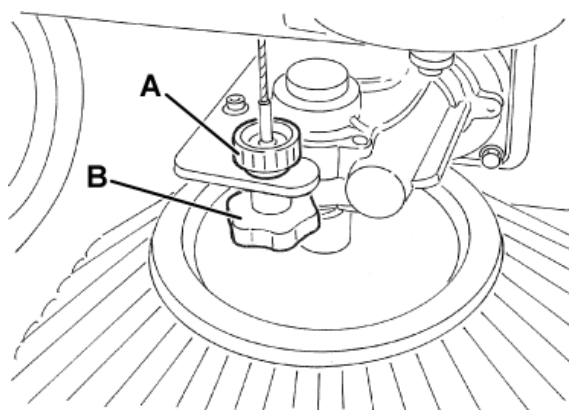

Рис. 7
3. Поверните ключ зажигания (72) в положение «0».
4. Ослабьте ручку (А, Рис. 7), расположенную над щеткой.